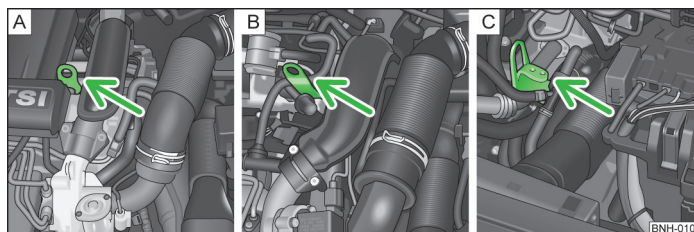

Fig. 118 Ayuda de arranque - sistema START-STOP (ARRANQUE-PARADA)
- Motores 1,2 l/63 kW TSI y 1,2 l/77 kW TSI » fig. 118 - .
- Motor 1,4 l/90 kW » fig. 118 - .
- Motor 1,6 l/77 kW TDI CR » fig. 118 - .